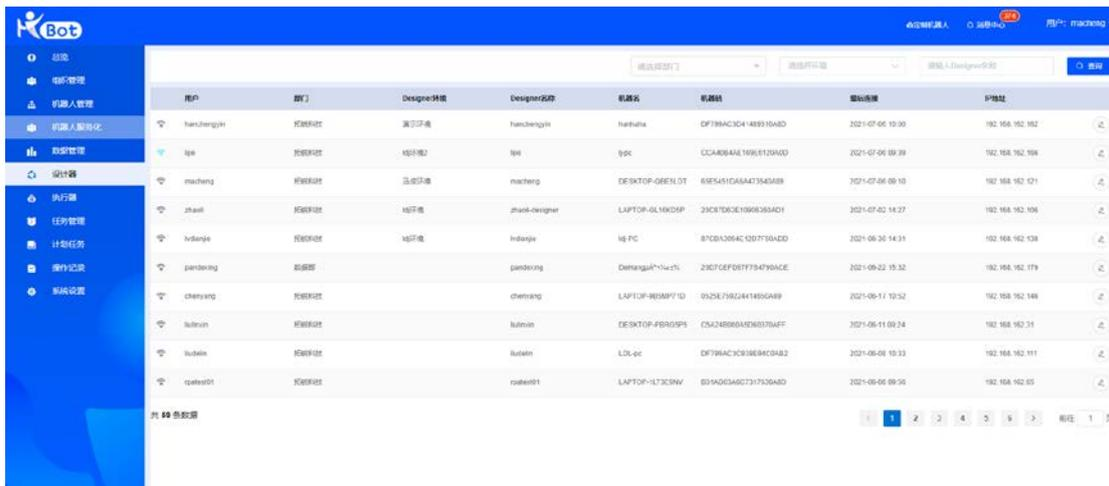

图 47
- 设计器列表：展示 HiBot Designer 用户的信息及关联的 Commander 用户信息。包括：设计器 Designer 连接状态（已连接/未连接）、Commander 用户名称、Commander 用户部门、设计器 Designer 环境名称、设计器 Designer 名称、设计器 Designer 运行终端的机器名、设计器 Designer 运行终端的机器码、设计器 Designer 的最后一次登录时间、设计器 Designer 最后一次登录时的 IP 地址。如图 47。